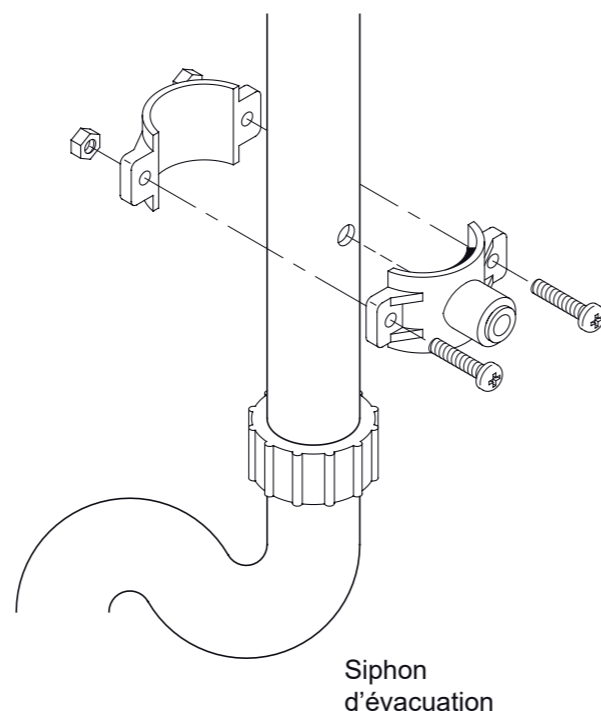

FIG. 7
1. Positionnez les 2 parties du collier autour du tuyau d'évacuation environ 15 cm au-dessus du siphon Cf Fig.7. Assurez-vous que le raccord-rapide est en direction des filtres de l'osmoseur.
2. Utilisez le trou du raccord rapide pour faire une marque sur le tuyau d'évacuation à l'endroit où un trou de 9.5 mm de diamètre doit être percé (Cf Fig.7), puis retirer le collier d'évacuation.
6. Assemblez les vis et les écrous (cf Fig. 7). Bien visser de chaque côté pour bien fixer le collier d'évacuation autour du tuyau. Ne pas trop serrer les vis